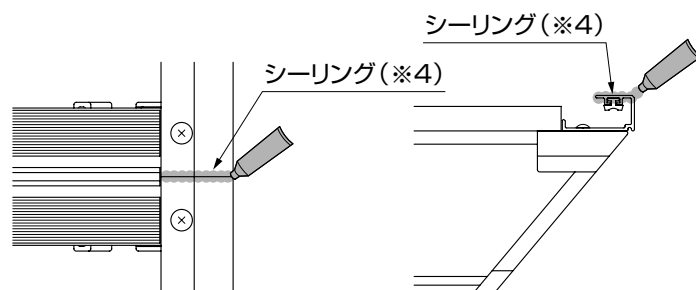

図5-6
- ②連結部にシーリング(※4)してください。(図5-6参照)